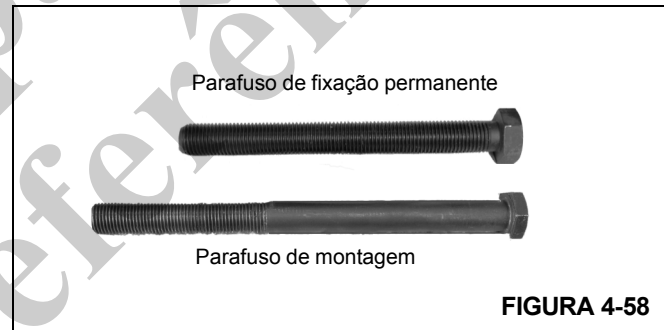

FIGURA 4-58
21. Instale o (Figura 4-58) parafuso de ajuste no conjunto de fixação.